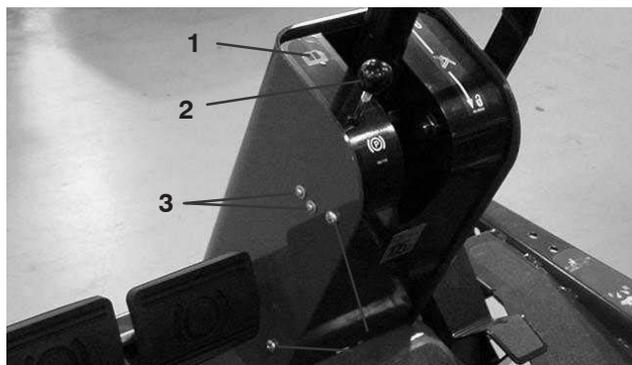

Figure 55
2. Retirez le bouton de la tige du frein de stationnement et les vis du couvercle de la tour de direction (Fig. 55).
4. Desserrez les vis et les écrous de fixation du contacteur du frein de stationnement du côté gauche de la tour de direction (Fig. 55).